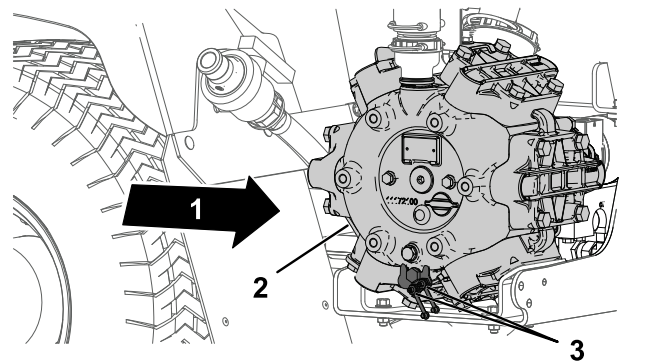

Рисунок 61
- Начисто протрите 2 выносные масленки (Рисунок 61).
- Закачайте в выносные масленки консистентную смазку (Рисунок 61).